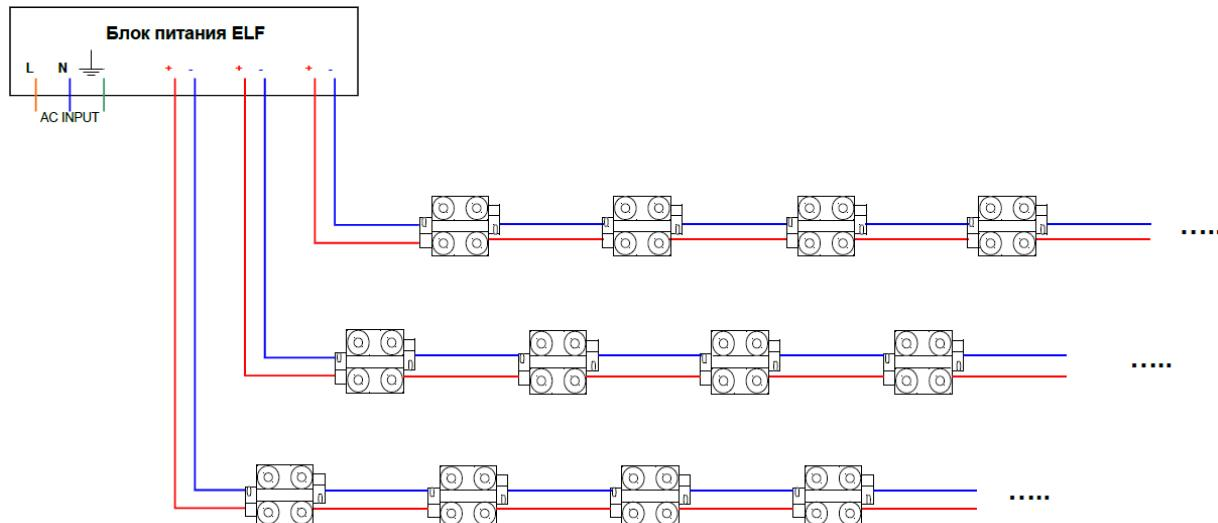

Рисунок 5.
- сечение провода рассчитывается, исходя из максимальной Силы тока на выходе блока питания и протяжённости линии связи от блока питания до линий светодиодных пикселов (**Рисунок 5**);